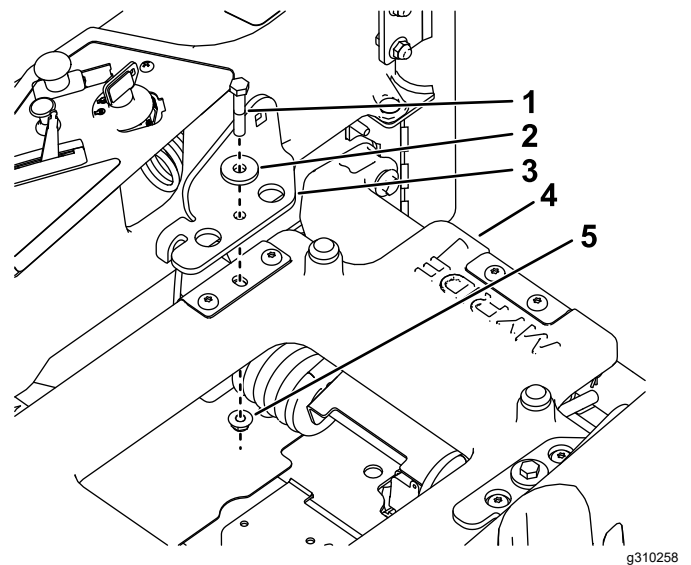

Figura 5
- Montate le staffe della cintura di sicurezza sulla piattaforma del sedile con 2 bulloni parzialmente filettati ($\frac{3}{8}$ " x 2"), 2 rondelle piccole e 2 dadi di bloccaggio ($\frac{3}{8}$ ") come mostrato nella Figura 5.